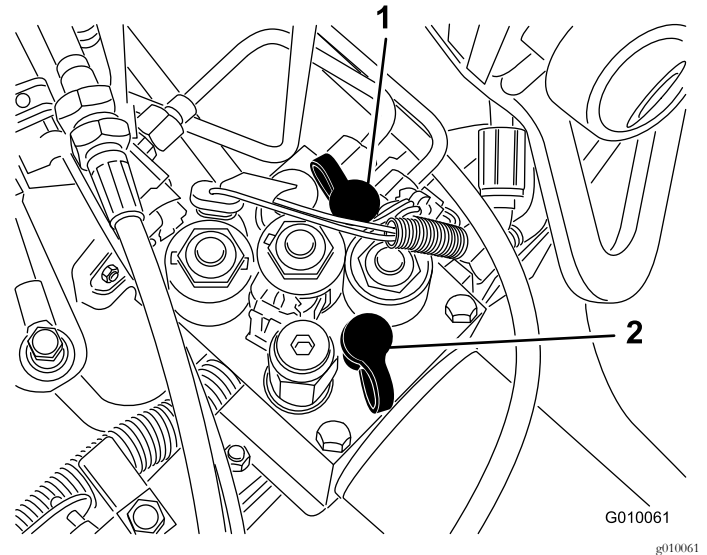

Figure 60
- La prise d'essai G2 (Figure 60) est utilisée dans le contrôle de la pression du circuit de charge.
- La prise d'essai G1 (Figure 60) est utilisée dans le contrôle de la pression du circuit de levage.